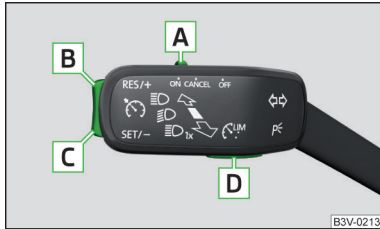

Abb. 298
Übersicht der Bedienelemente der GRA » Abb. 298
- ▶ Durch das Drücken der Taste **D** » Abb. 298.
- Durch das Drücken der Taste **D** » Abb. 298 während der Regelung wird diese abgebrochen und es wird der Geschwindigkeitsbegrenzer aktiviert.